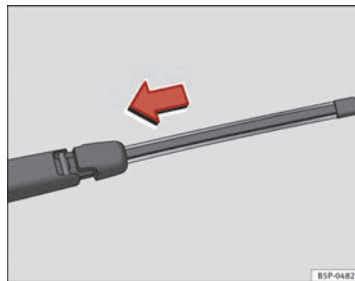

Fig. 173 Pose du balai d'essuie-glace arrière
- Placez le balai comme indiqué sur la figure ⇒ fig. 173 puis faites glisser l'adaptateur jusqu'à ce qu'il s'emboîte.